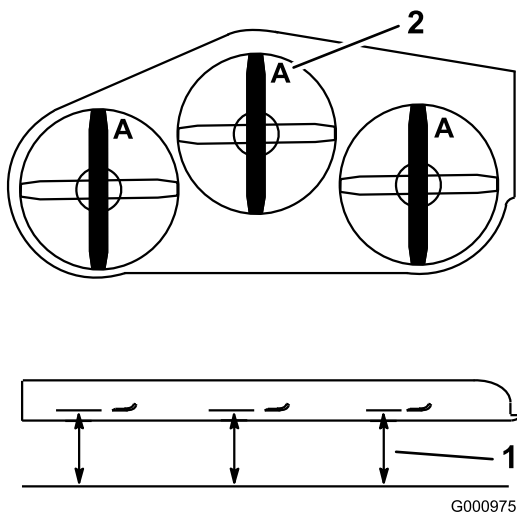

Figura 94
4. Mida desde una superficie nivelada hasta el filo de corte, posición **A**, de las cuchillas (Figura 94).